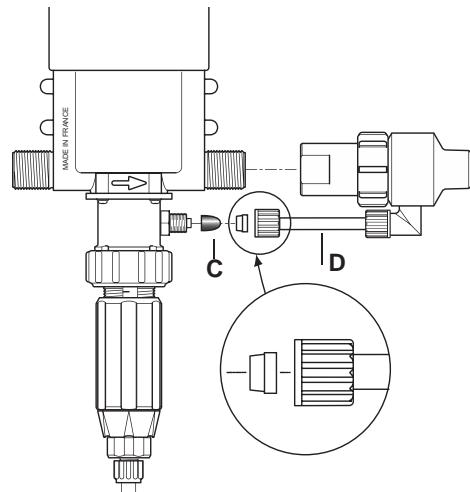

Fig. 2
Para los modelos Inyección Externa (IE) que permiten de trabajar con ciertos concentrados corrosivos, el Dosatron se entrega con un sub.-conjunto inyección externa (**Fig. 2-D**).